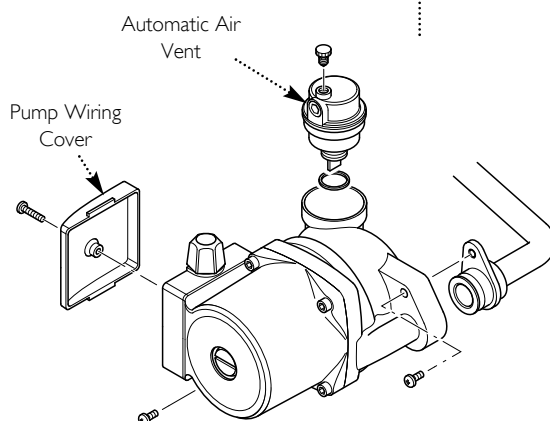

Fig. 87
14.13 Pump - Complete (Fig. 87)
14.14 Automatic Air Vent (Fig. 87)